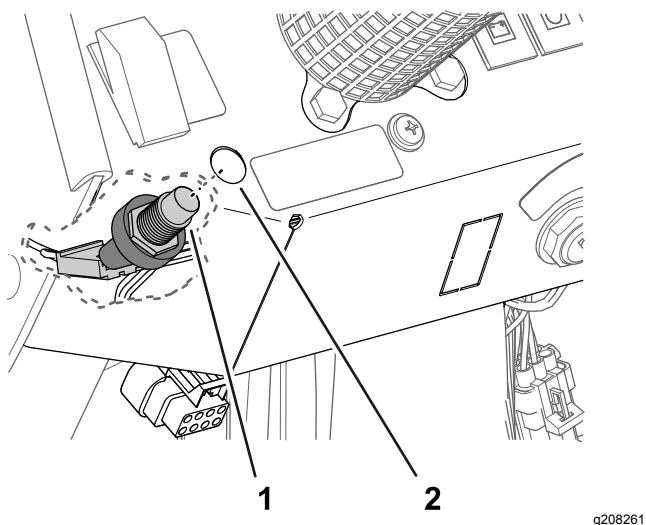

Figura 26
- Desde debajo del salpicadero, pase el cuerpo del interruptor del claxon por el hueco (Figura 26) del salpicadero que hizo en el paso 1.